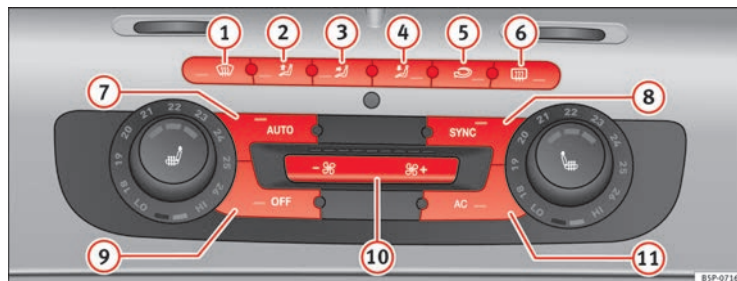

Abb. 131 In der Instrumententafel: Bedienelemente 2C-Climatronic
⇒ Abb. 131.
- Drücken Sie die Taste  ⇒ Abb. 131. Am Display des Radios wird „AUTO High“ angezeigt (hohe Gebläsestufe).
- Drücken Sie erneut die Taste  ⇒ Abb. 131. Am Display des Radios wird „AUTO Low“ angezeigt (niedrige Gebläsestufe).